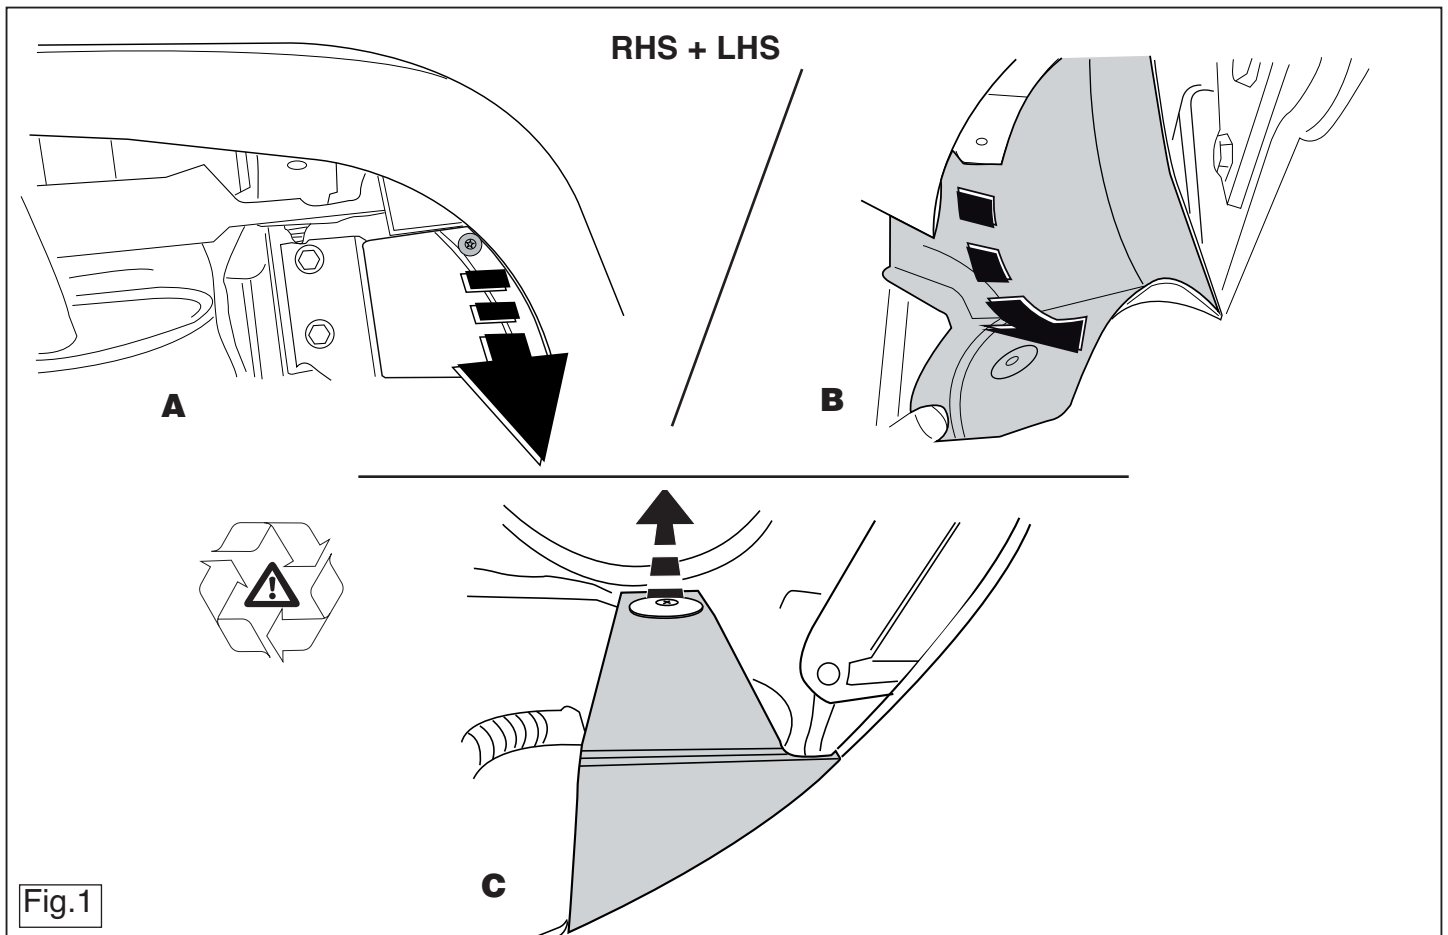

Fig.1
1. Démontez les pièces indiquées sur la figure 1 et 2.
1. Снять детали, указанные в рис. 1 и 2.